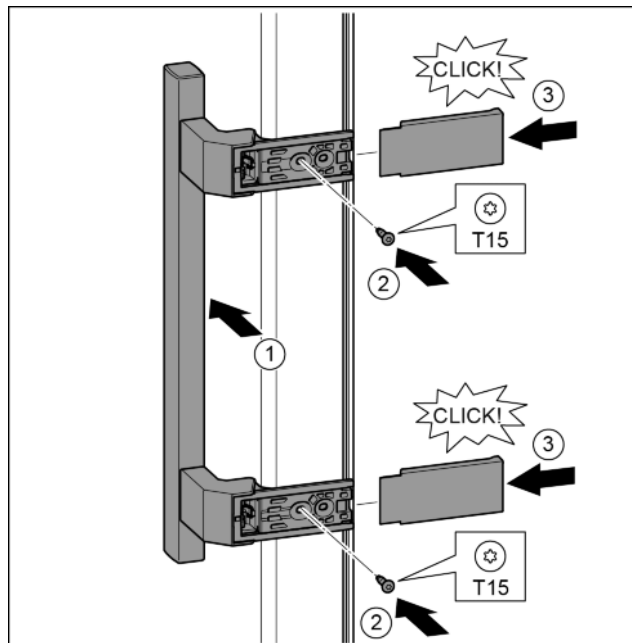

Fig. 20
- Установить ручку на противоположной стороне. Fig. 20 (1)
- Затянуть винты отверткой T15. Fig. 20 (2)
- Установить крышки сбоку и надвинуть. Fig. 20 (3)